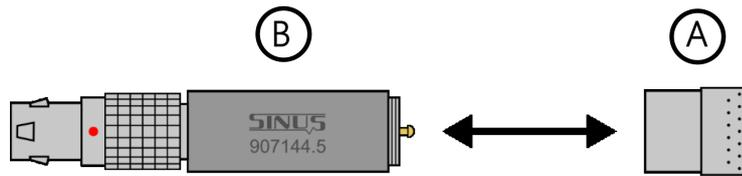

Abbildung 3.3: Mikrofonvorverstärker und -kapsel
Setzen Sie zuerst das Mikrofon vom Tango_Plus ab und schrauben Sie vorsichtig die **Mikrofonkapsel (A)** vom **Mikrofonvorverstärker (B)** (Abbildung 3.3). Achten Sie darauf, nicht das Schutzgitter von der Kapsel zu lösen, sondern die gesamte Kapseleinheit abzdrehen.